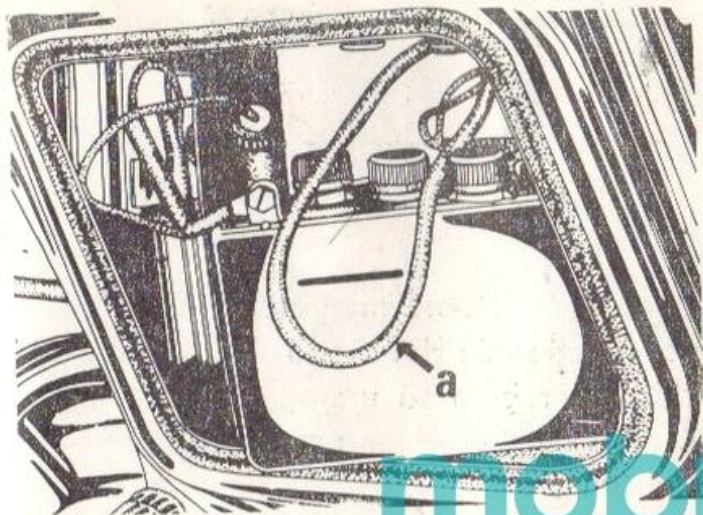

Fig. 22.
1. Deschideți capacul cutiei din partea stîngă și apoi scoateți bateria (fig. 22) îndepărtînd în prealabil chinga elastică „a”.